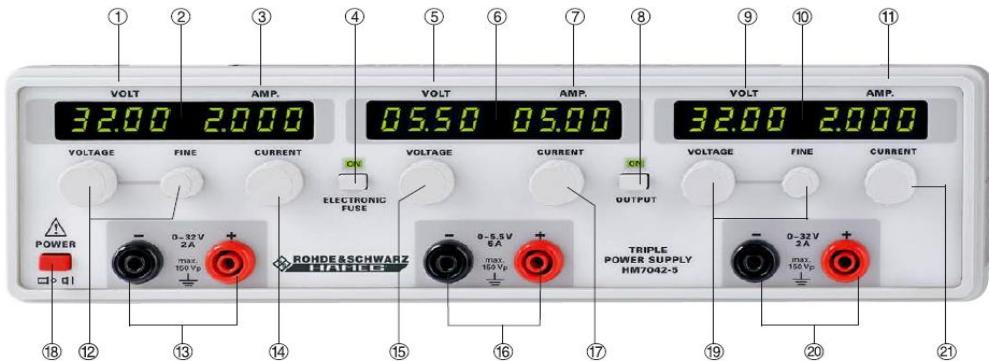

Figura 1.2 Panoul frontal HM7042-5
- ‘ Panoul frontal al sursei HM7042-5 este prezentat în *Figura 1.2*.